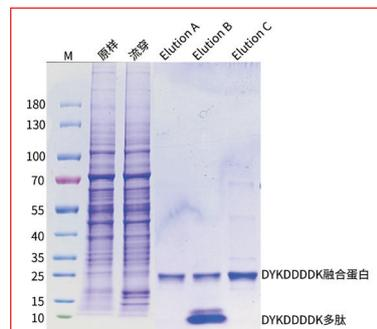

图3.Magneti-Q DYKDDDDK标签蛋白纯化试剂盒纯化胞内蛋白的SDS-PAGE电泳图
- 5) 对洗脱产物进行 SDS-PAGE 电泳, 结果请见图 3。